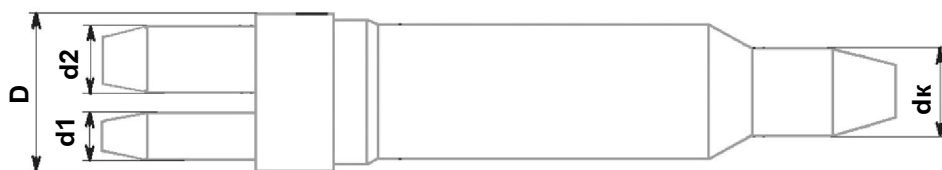

Рис. 2.3. Диаметры деталей муфт МРП ёмкостью до 100 пар:
2.2. При подборе трубок ТУТ для муфт типа МРП учитываются наружные диаметры патрубков, оголовников, раструбов полумуфт и конусов полумуфт (рис. 2.3 и 2.4).